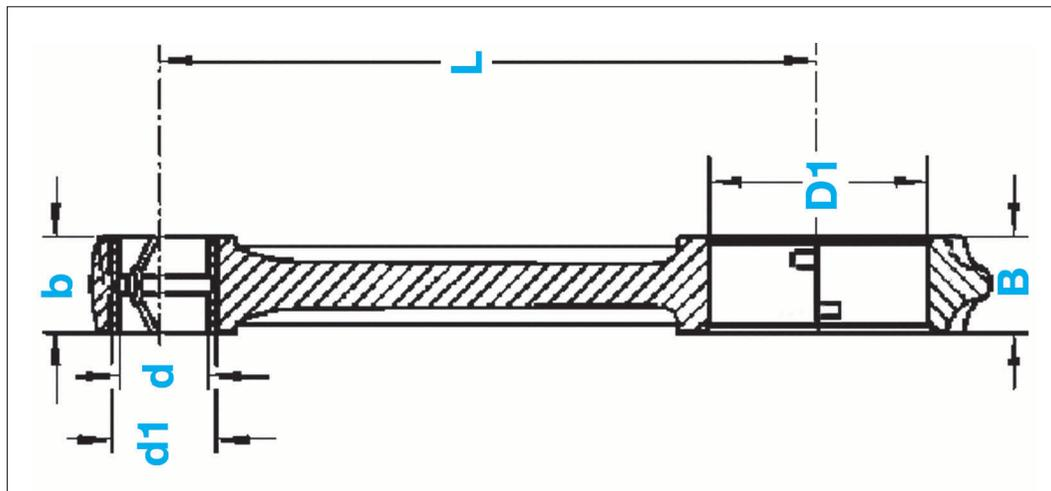

FIG. 7
Distance entre le milieu de l'alésage du palier de bielle et l'alésage de la bague de pied de bielle (L) (Fig.7) : 148,970 à 149,030 mm.